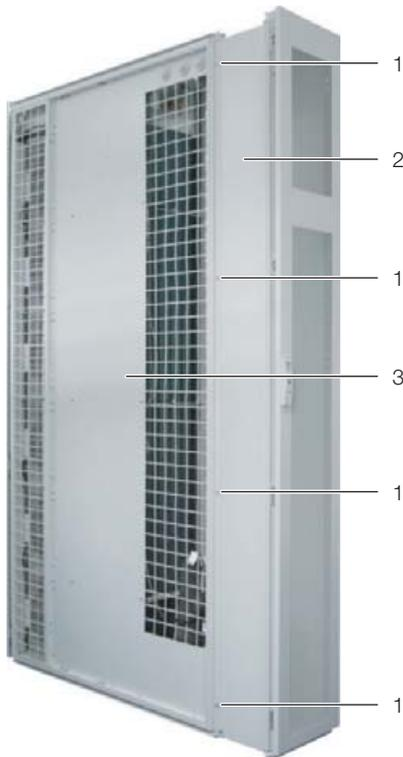

Imagen 26: Adaptador al LCP Inline
- Fijar a izquierda y derecha el adaptador (imagen 26, pos. 2) en la abertura trasera del LCP Inline mediante cuatro de los tornillos adjuntos (imagen 26, pos. 1).